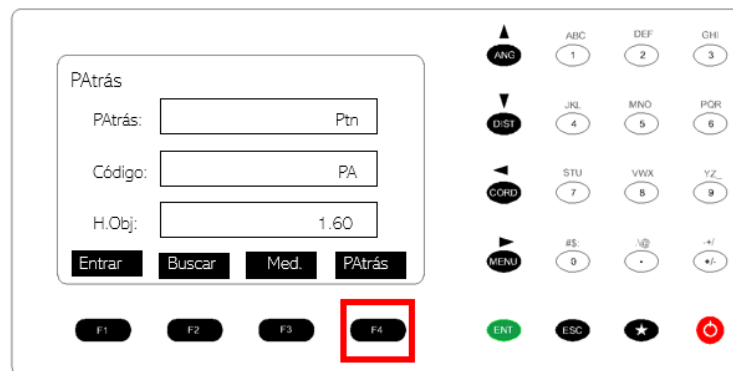

Figura 72. Orientación con respecto a un punto conocido.
27. Presionar el botón F4. PÁtrás. Figura 72.